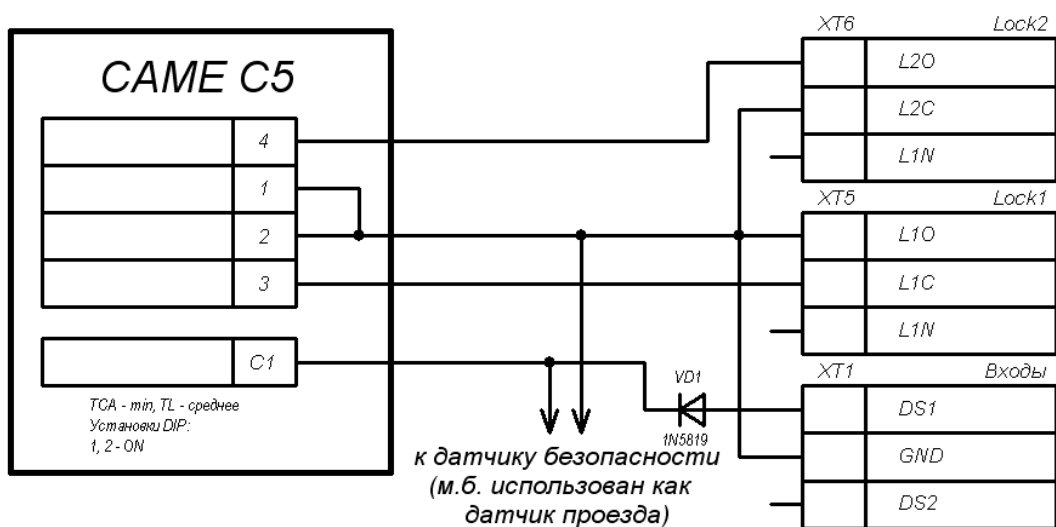

Рисунок 7. Схема подключения шлагбаума CAME с блоком управления C5 к контроллеру автотранспортной проходной
- Схема подключения шлагбаума CAME с блоком управления C5 представлена на рис. 7.